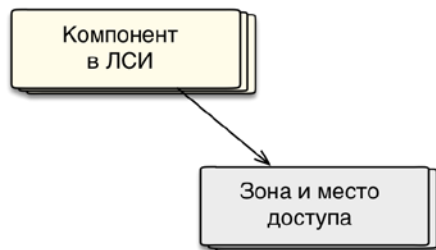

Рис. 10-118 – Использование зон и мест доступа в ILS
- 5) В результате значения выбранного параметра надежности для данного компонента будет перезаписано и выведено информационное сообщение (рис. 10-118).